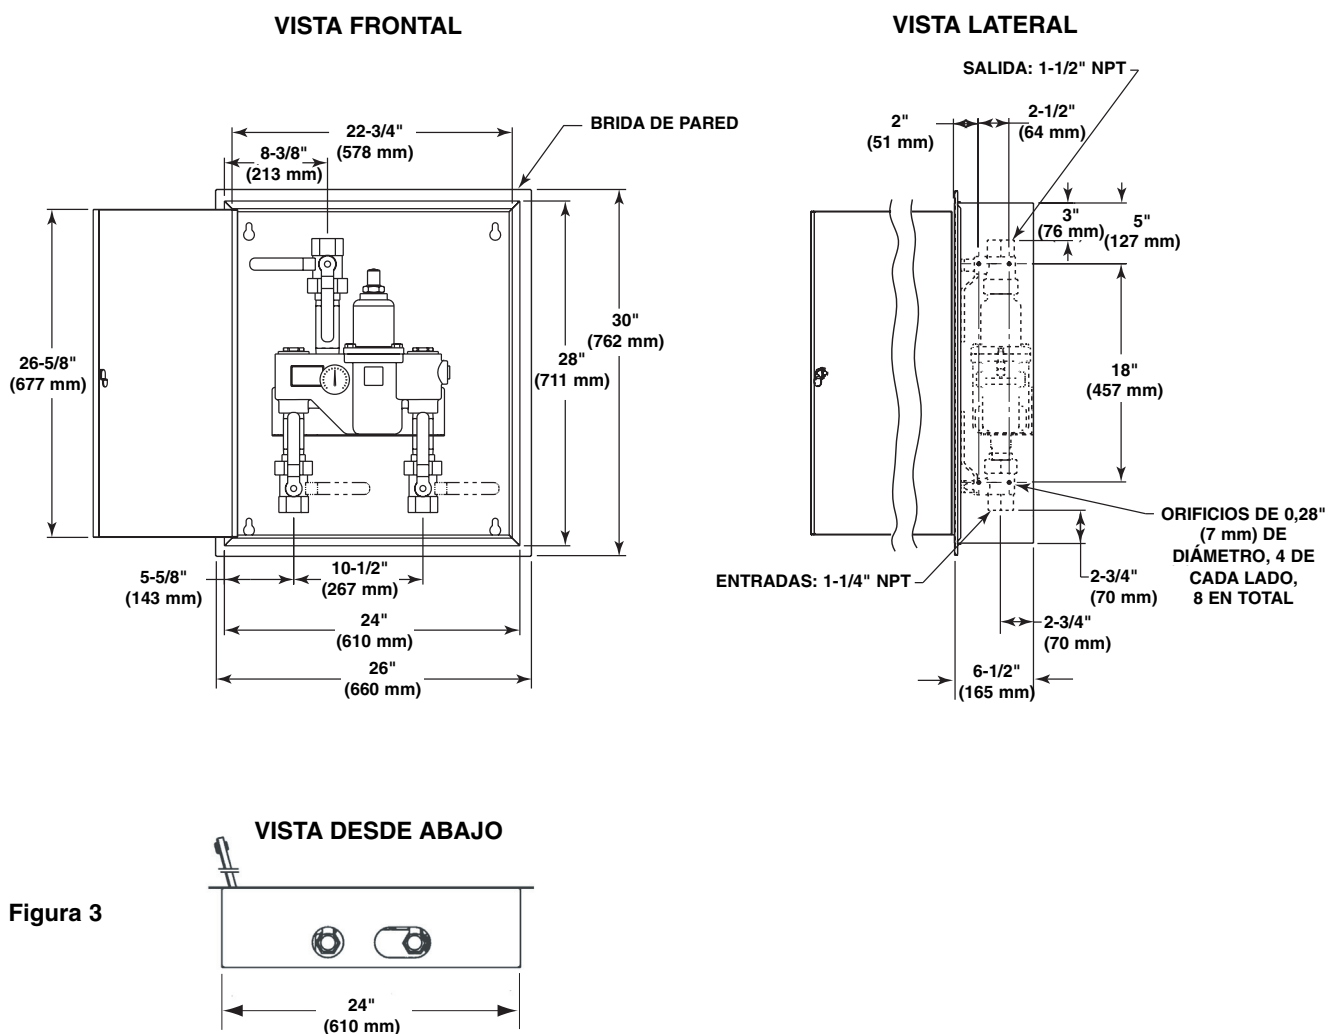

Figura 3
1. Haga una abertura en la pared de 24,5" de ancho x 28,5" de altura (63 x 72 cm) para el armario (vea Figura 3).
2. Mida y marque las ubicaciones de los orificios de montaje según las dimensiones que se indican en la Figura 3. Instale cuatro pernos de anclaje de 1/4", si se necesitan (suministrados por el instalador).